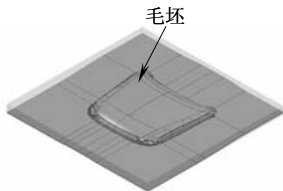

图 4-37 创建毛坯
1) 创建毛坯：在 PowerMILL 综合工具栏中单击创建毛坯按钮，打开“毛坯”表格，勾选“显示”选项，其他选项使用默认值，然后单击“计算”按钮，创建出方形毛坯来，如图 4-37 所示，单击“接受”按钮，完成创建毛坯操作。